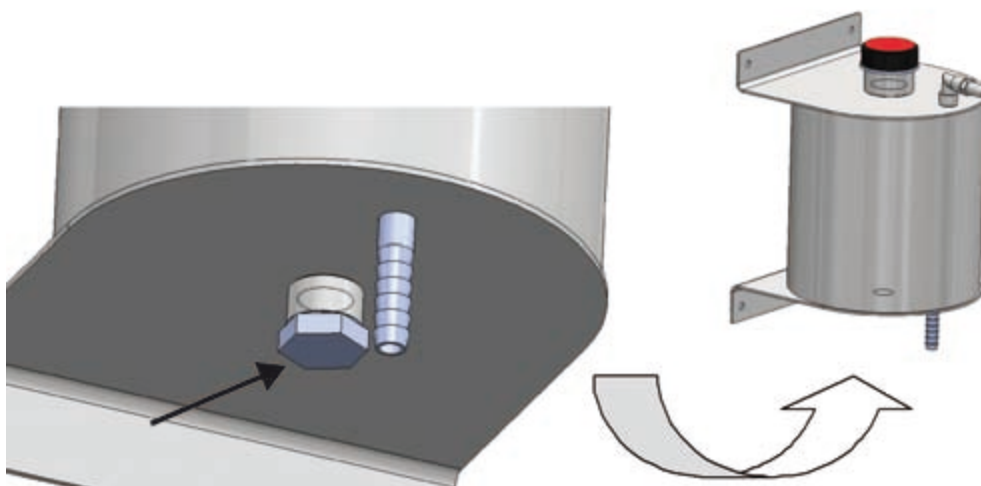

Рисунок 12. Магнитная спускная пробка
Подшипник смазывается маслом, поэтому его корпус механически запаян. Во время вращения вала масло циркулирует в резервуаре, а все примеси собираются на дне резервуара на магнитной спускной пробке (рис. 12).
2. Откройте спускную пробку (рис. 12) и слейте масло в емкость.